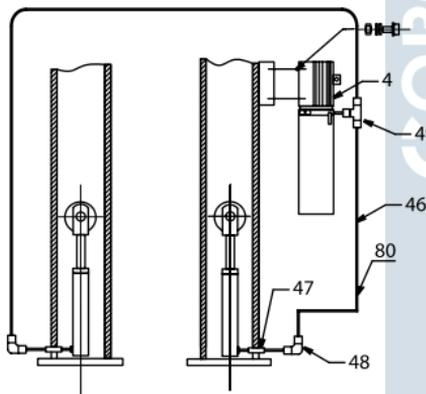

Рисунок 8 – Установка насосной станции и подключение гидрролинии
14. Подсоедините гидравлические шланги как показано на рис. 8
15. Установите насосную станцию как показано на рис. 8.